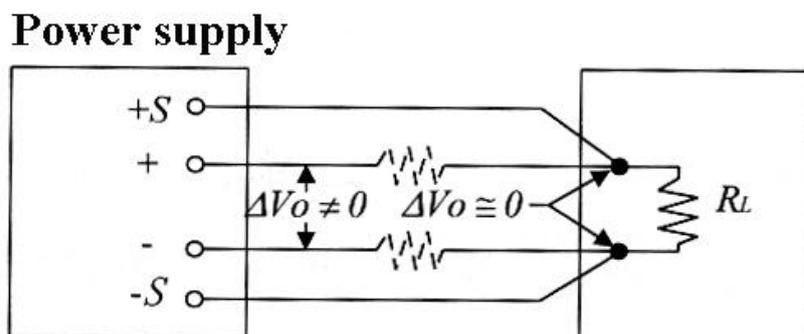

Рис. 6.5
2. В случае если нагрузка удалена на большое расстояние от источника питания или ток потребляемый нагрузкой достаточно большой, возникает необходимость компенсации сопротивления соединительных проводов. В этом случае произведите подключение нагрузки как приведено на рис. 6.5 На ЖКИ в этом случае будет отображать напряжение измеренное на нагрузке, а не на выходе источника питания.